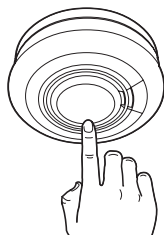

Abbildung 8
7. Drücken Sie den Testknopf bei jedem Warnmelder, um sicherzustellen, dass das Gerät funktioniert (Abbildung 8).
- Halten Sie den Testknopf gedrückt, bis der Alarm ertönt und die rote LED blinkt (siehe Abbildung 8). Der Warnmelder wird kurz nach dem Loslassen des Testknopfes verstummen.